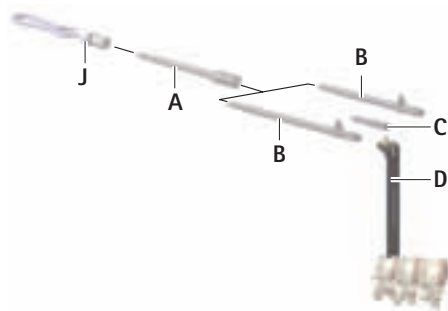

Abb. 2
- Um die Anordnung zu verlängern, Anschlussstück mit Schnellkupplung **A** auf die jeweilige Kupplung aufstecken, siehe Abb. 2.